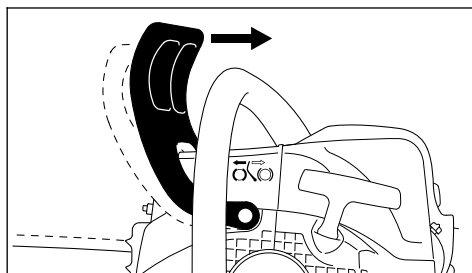

Рис. 51
- Защиту руки переместить к трубчатой рукоятке (рис. 51).